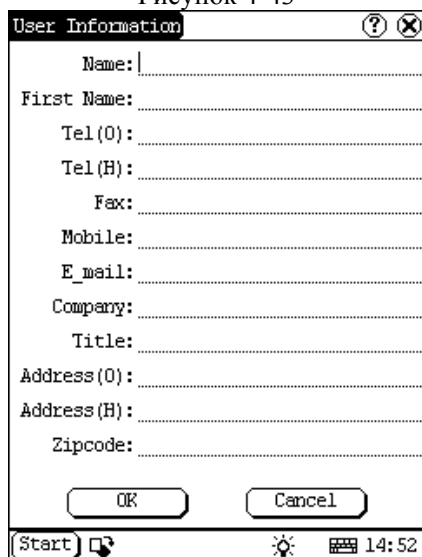

Рисунок 4-44
- 4) В интерфейсе информации для пользователя активизировать виртуальную клавиатуру, введите информацию для пользователя.(см. рисунок 4-44).